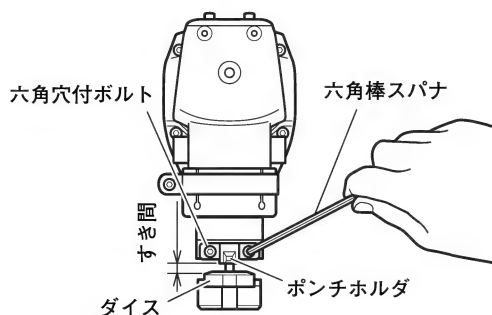

図 5
- (1) 六角穴付ボルト(2本)をゆるめ、ポンチホルダを上下して調整します。(図5)
- (2) すき間は、切断板厚より約0.5mmぐらい広くしてください。
- (3) 切断板面に多少曲面がある場合は、それに応じて広くしてください。